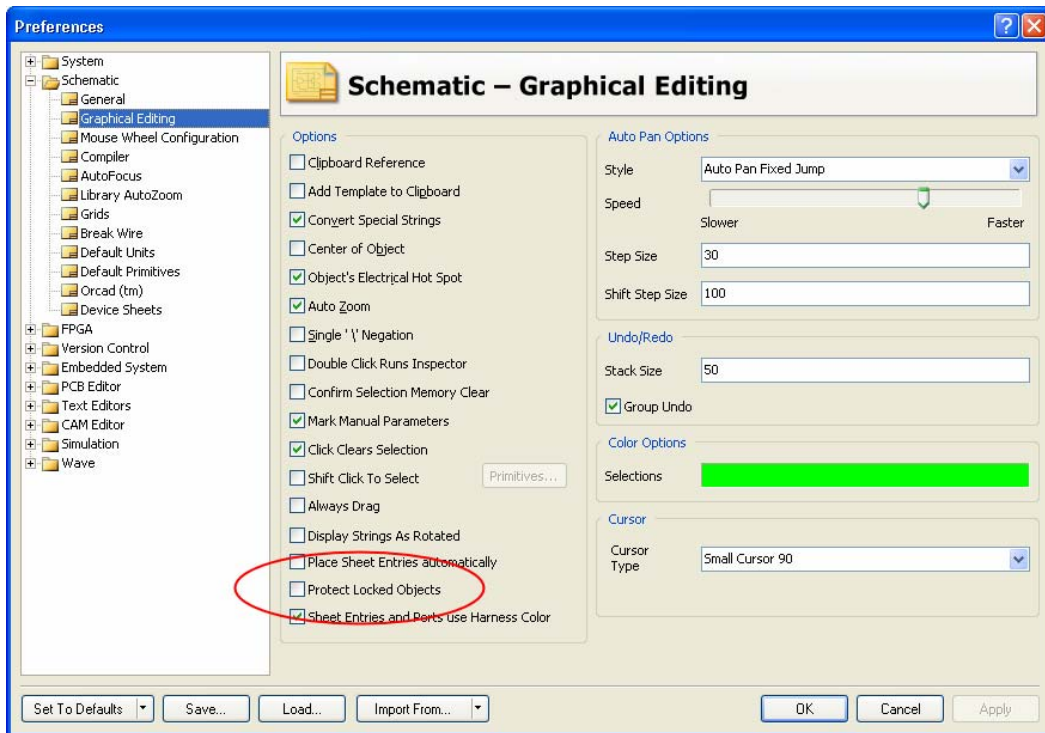

図20 回路図内でロックされたオブジェクトの保護 - Preferences ダイアログの Graphical Editing ページ
*Preferences* ダイアログ (回路図エディタやPCB エディタで、それぞれ、**Tools** » **Schematic Preferences** または **Tools** » **Preferences**) の **Schematic – Graphical Editing** ページ (図 20)、または **PCB Editor – General** ページにおいて、**Protect Locked Objects** オプションが有効で、設計オプションが *locked* に指定されているときは、このオブジェクトは選択したり、グラフィカルに編集したりすることはできません。**Locked** オブジェクトをダブルクリックして、**Locked** 属性を無効にします。または、*Preferences* ダイアログの中にある **Schematic** フォルダの下側、**Graphical Editing** ページで **Protect Locked Objects** オプションを無効にして、グラフィカルに編集できるようにします。